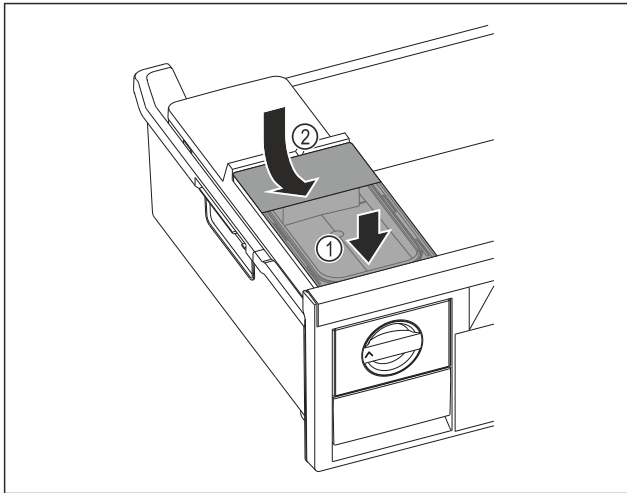

Fig. 157
- ▶ Aseta vesisäiliö edestä. Fig. 157 (1)
- ▶ Laske vesisäiliö taakse alas. Fig. 157 (2)